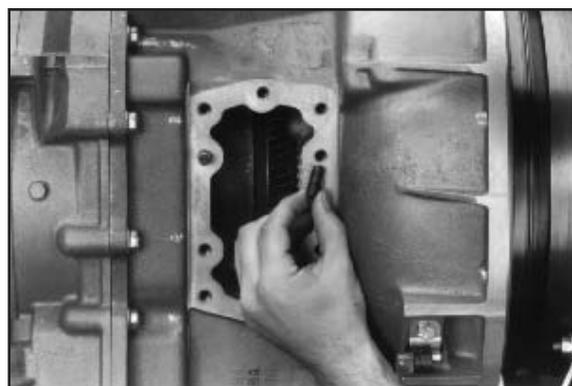

Fig. 4
4. Usando un cacciavite, installare i perni di guida finché non vanno in battuta (**fig. 4**). (Per la posizione e l'uso corretti, vedere a pagina 39.)